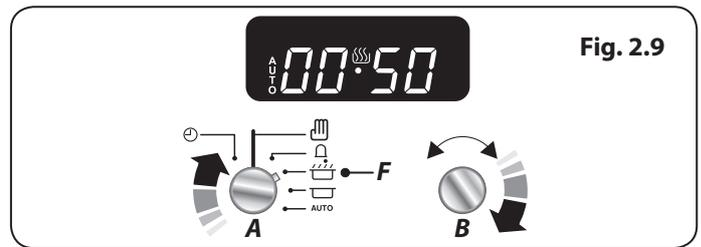

Fig. 2.9
1. Tournez le bouton de la minuterie (A) sur le réglage du temps de cuisson (F). Tournez le bouton de réglage (B) dans le sens horaire afin de définir durée du temps de cuisson requis (**Fig. 2.9**).